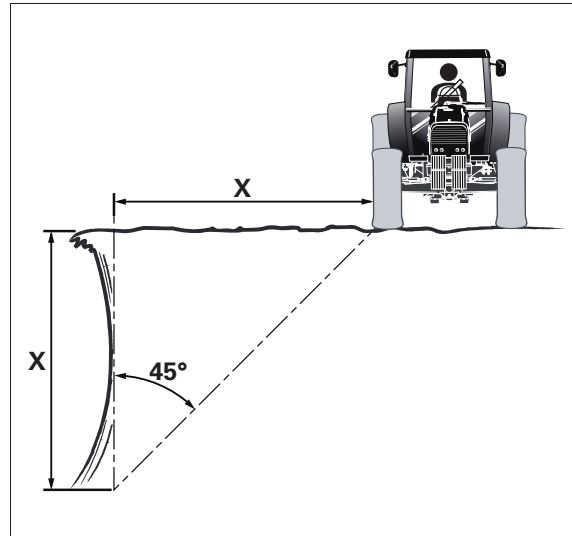

Fig. 4.
- No se debe trabajar cerca del borde de riberas o taludes, pues puede haber riesgo de que se produzca un derrumbamiento. El tractor debe estar siempre a una distancia del borde que sea igual o superior a la altura de la ribera o del talud *fig. 4.*